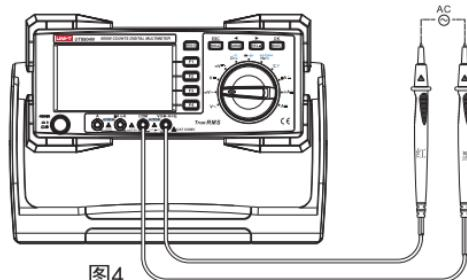

图4
- (1) 将红表笔插入 "V" 插孔，黑表笔插入 "COM" 插孔。
- (2) 将仪表的旋转开关转到 $mV\sim$ ，如图4，将表笔并联到待测电源或负载上